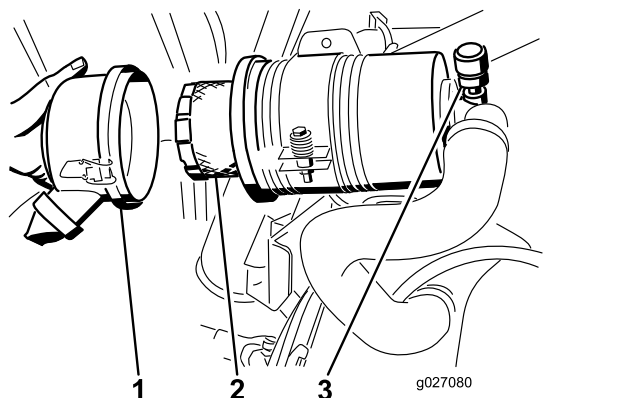

Figura 50
5. Retire e substitua o filtro (Figura 50).